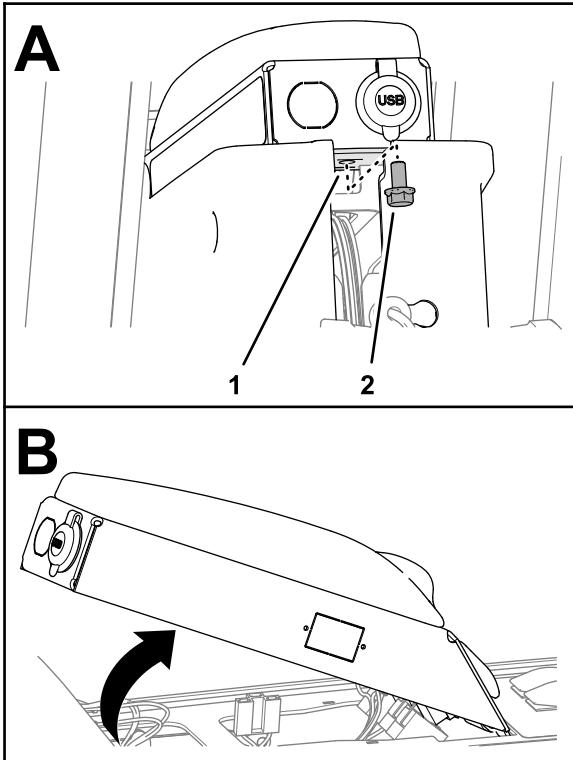

Figura 103
4. Retire el tornillo con arandela prensada ($\frac{5}{16}'' \times \frac{5}{8}''$) que sujeta el panel del brazo al bastidor de la consola (Figura 103).
5. Separe el panel del brazo del bastidor (Figura 103).